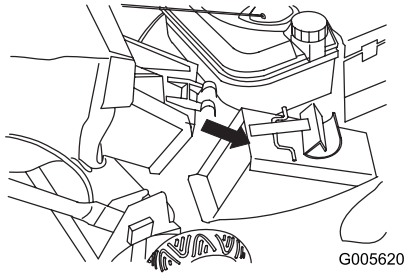

Figure 24
2. Placer l'ouverture du sac de ramassage sur l'ouverture du conduit d'éjection comme (Figure 24).